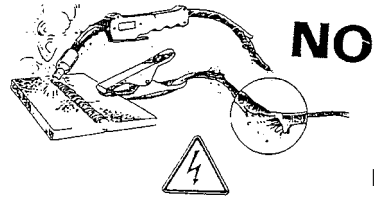

Fig.9
- Ne pas utiliser de câbles électriques ou de soudage, endommagés (fig. 9);